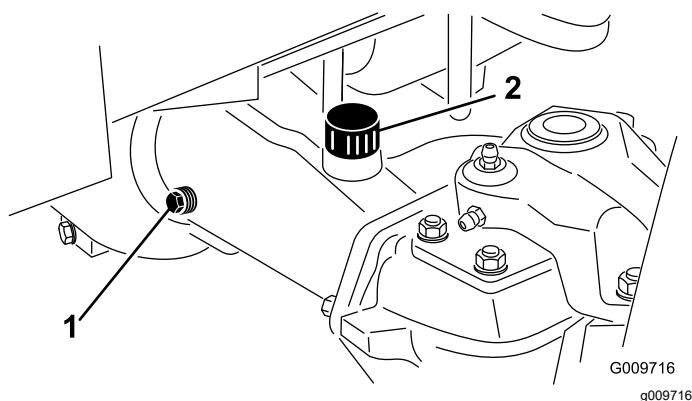

Figura 57
2. Retire o tampão de verificação de uma extremidade do eixo e certifique-se de que existe lubrificante até ao fundo do orifício (Figura 57).